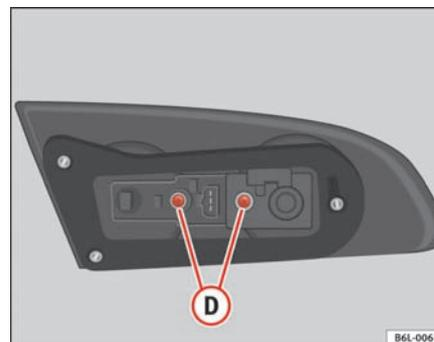

Fig. 164 Acceso a la lámpara
- Desenrosque los tornillos **(D)** ⇒ fig. 164 y extraiga el portalámparas.